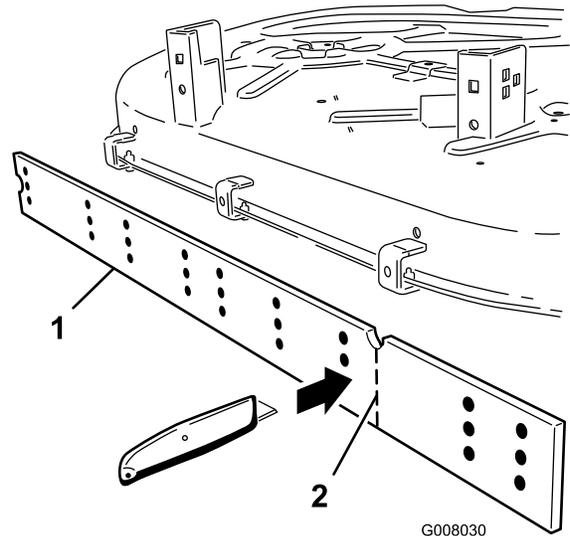

Bild 3
4. Schneiden Sie den Abstreifer wie gezeigt mit einem geeigneten Werkzeug, wie einer Blechschere oder einem Stanley-Messer, an der Einkerbung ab. Seien Sie beim Schneiden des harten Materials besonders vorsichtig (Bild 3).